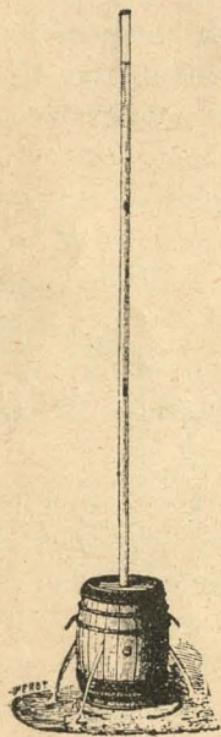

Fig. 23.—Tonel de Pascal. 300 gs. á lo menos, lo que daría, para
**9. Tonel de Pascal.** — Ese experimento (fig. 23) es una aplicación del principio de Pascal y comprueba hasta la evidencia la existencia de las presiones laterales. A un tonel lleno de agua se le adapta un tubo largo y angosto que también se llena de agua. Si el tubo tiene, por ejemplo 3 m. de alto y  $1\text{cm.}^2$  de sección, cada centímetro cuadrado de las paredes del tonel soportará una presión de